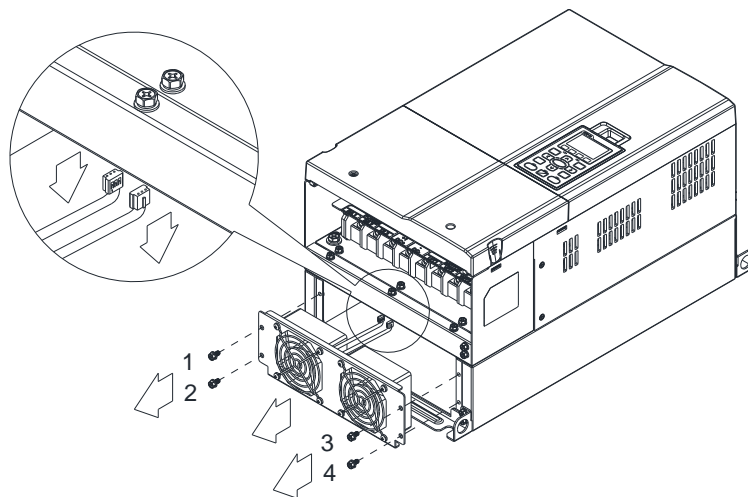

Рис. 1
2. Перед снятием вентиляторов убедитесь, что кабели питания вентиляторов отсоединены, как показано на рис. 1.